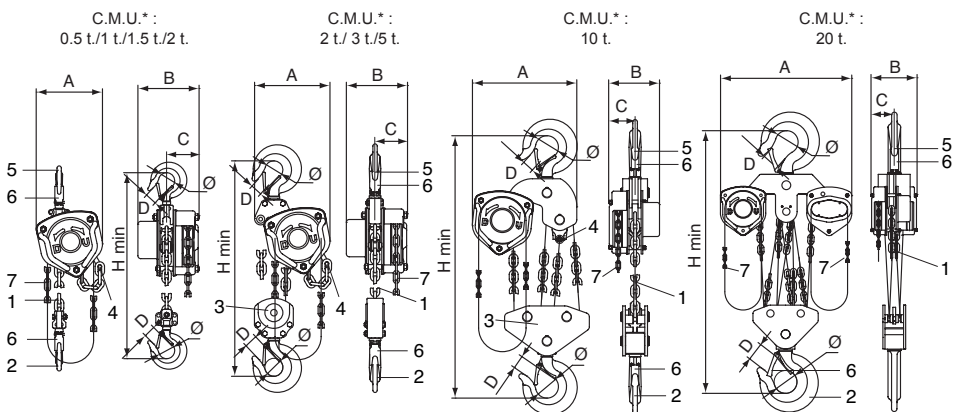

Fig. 1
Il paranco tralift™ viene fornito dotato di una catena di sollevamento (rif. 1, fig. 1) e di una catena di manovra (rif. 7, fig. 1) adatta per un'altezza standard di sollevamento di 3 m.
La catena di sollevamento è costituita da una o più estremità (vedi §2 caratteristiche tecniche) che ha all'estremità lato carico un gancio di sollevamento (rif. 2, fig. 1); all'altra estremità (lato tratto libero), la catena di sollevamento è fissata ad un arresto di fine corsa
bassa (rif. 4, fig. 1) anch'esso fissato all'apparecchio.
3. Verificare il buono stato dei ganci (rif. 2, fig. 1) e delle linguette di sicurezza (rif. 6, fig. 1).
4. Verificare che l'estremità della catena di sollevamento lato tratto libero sia fissata all'arresto di fine corsa bassa dell'apparecchio (rif. 4, fig. 1).